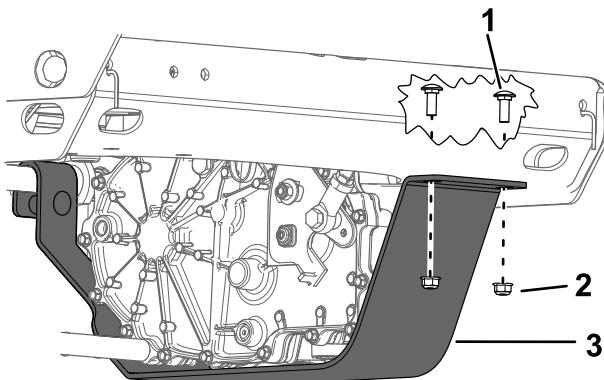

Рисунок 62
- Отверните 2 болта с гайками с ограждений коробки передач (Рисунок 62).